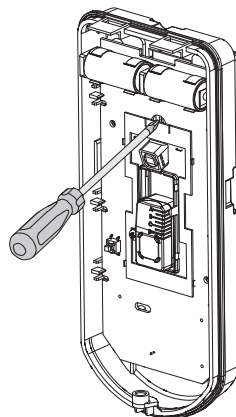

Figura 10: PCB
- Para reajustar o Suporte Rotativo Padrão quando o PCB está instalado (Figura 10):
- Use uma chave de fenda Philips para soltar o parafuso de fixação (ver Figura 10).